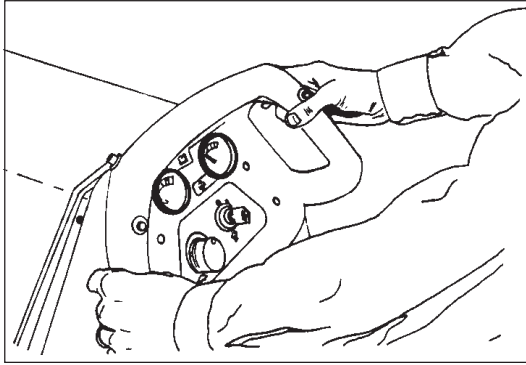
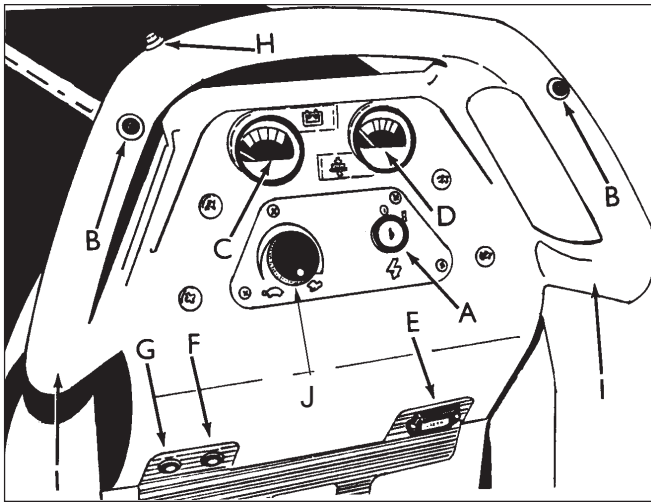

Figure 26
Figure 27
4. Hold the control handles as shown in figure 26.
5. When either the right or left forward/reverse switch (figure 27, item "B") is pushed in, the pad motor will start and the traverse motor will propel the machine forward.
6. Control the speed of traverse by using the speed control knob. See figure 27, item "J".
8. To reverse the machine, push in the reverse switch (figure 27, item "H") and either the right or left forward/reverse switch (figure 27, item "B") at the same time.
10. When you stop the machine, be sure to turn off the key switch (figure 27, item "A") and set the parking brake.
4. Placez vos mains sur les poignées de commande comme indiqué à la figure 26.
5. Lorsque vous poussez sur l'interrupteur avant/ arrière de gauche **ou** de droite (figure 27, item "B"), le moteur du disque démarre et le moteur de traction fait avancer la machine.
6. Contrôlez la vitesse de la machine en utilisant le sélecteur de vitesse. Voir figure 27, item "J".
8. Pour la marche arrière, enfoncez l'interrupteur de marche arrière (figure 26, item "H") et, en même temps, **soit** l'interrupteur avant/arrière de droite, **soit** celui de gauche (figure 27, item "B").